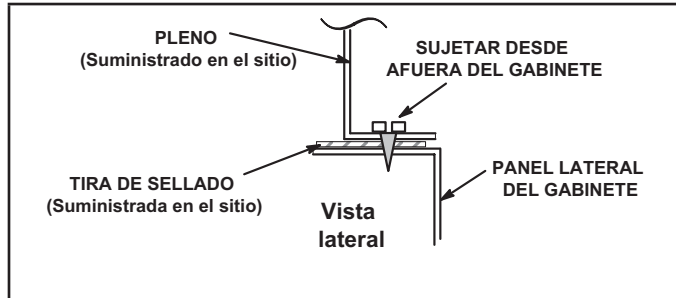
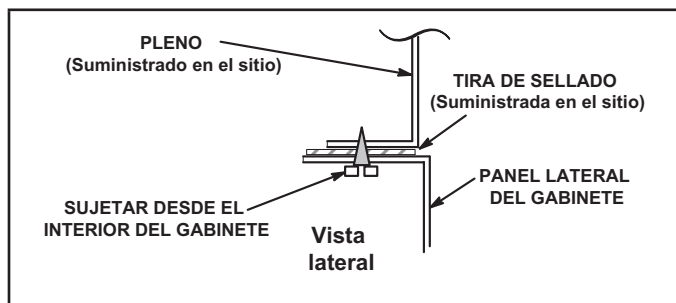

FIGURA 11
FIGURA 12
- 1 - El borde inferior del pleno debe bridarse con un borde dobladillado (ver la FIGURA 11 o FIGURA 12).